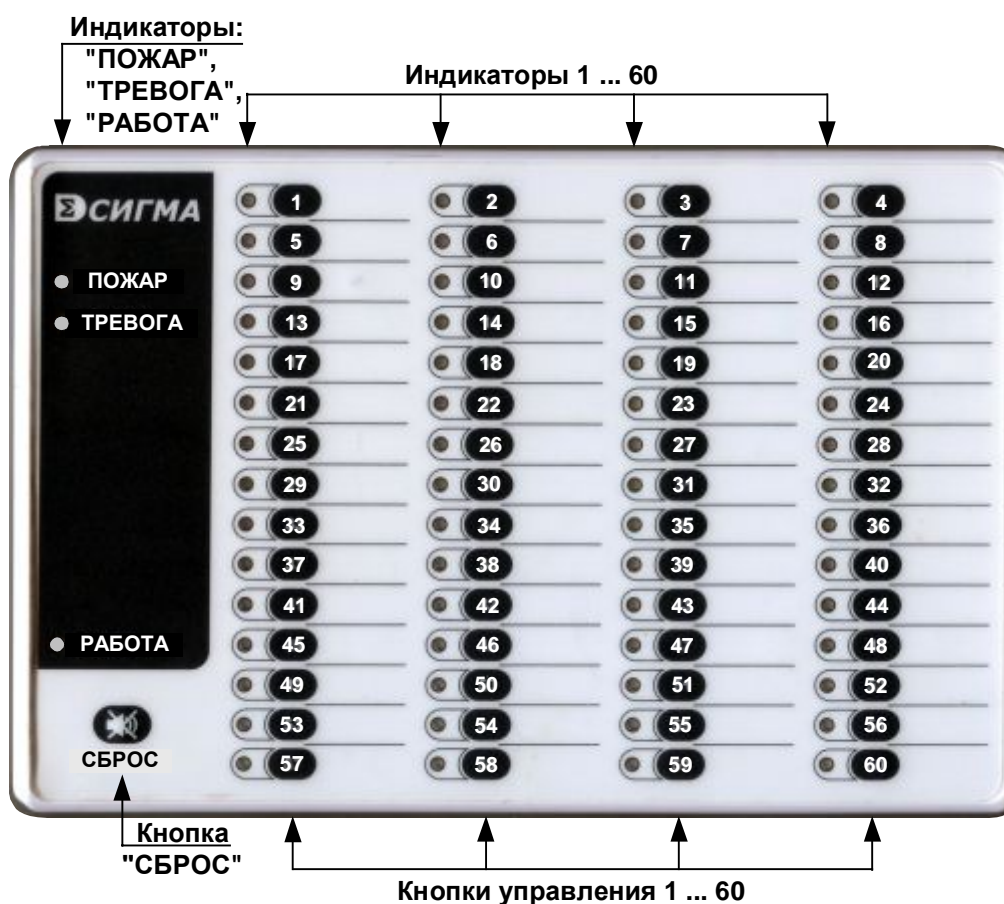
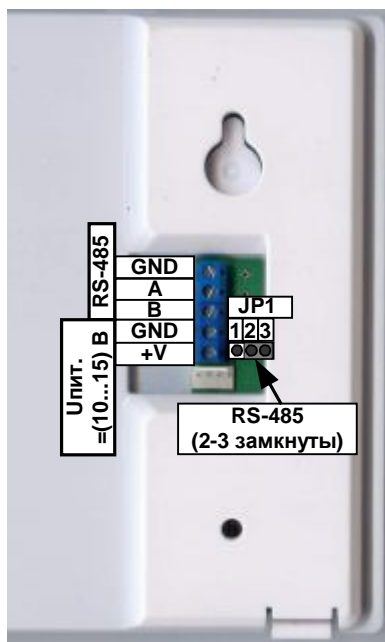

Рис. 1 Внешний вид БИУ
Рис. 3 Подключение (вид сзади).
Внешний вид БИУ показан на Рис. 1. БИУ содержит 60 двухцветных индикаторов состояния областей, общие индикаторы “ПОЖАР”, “ТРЕВОГА”, “РАБОТА”, кнопку “СБРОС” и 60 кнопок управления. В составе БИУ предусмотрен звуковой динамик (см. Рис. 3).
5.2. Если устройство является последним в линии связи “RS-485”, перемычка (JP3, см. Рис. 3) оконечного резистора должна быть замкнута.
5.4. Подключение БИУ к линиям связи с БЦП и источнику питания осуществляется через клеммную колодку, установленную на плате Рис. 3 Подключение (вид сзади).